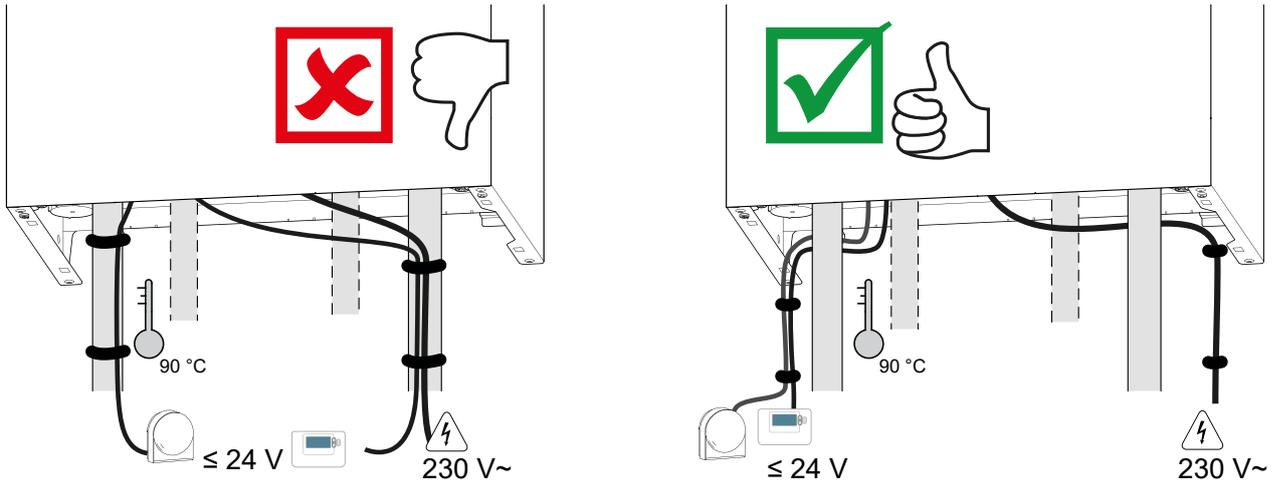
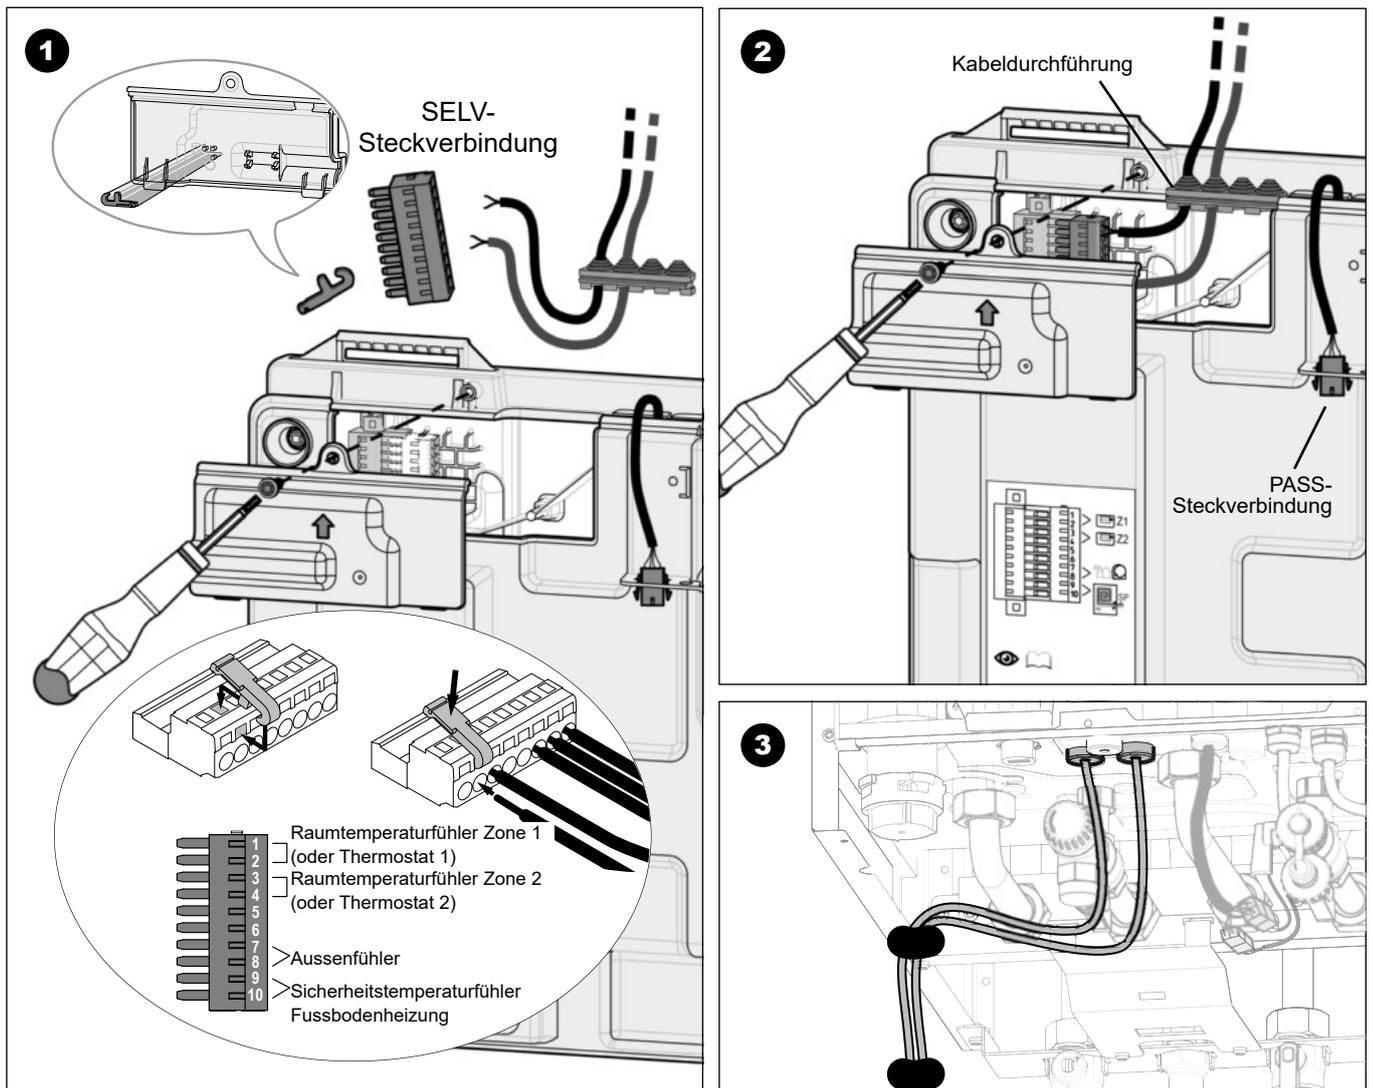

fig. 19 - Kabelführung
Abb. 25 -
- Die Anschlüsse gemäß der Skizze ausführen (fig. 19 und Abb. 25, Seite 30).